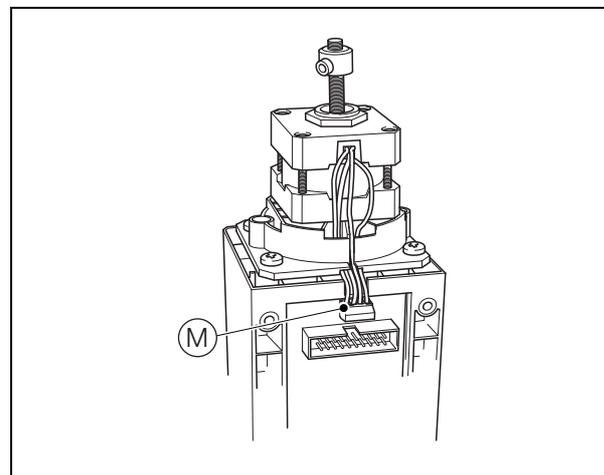
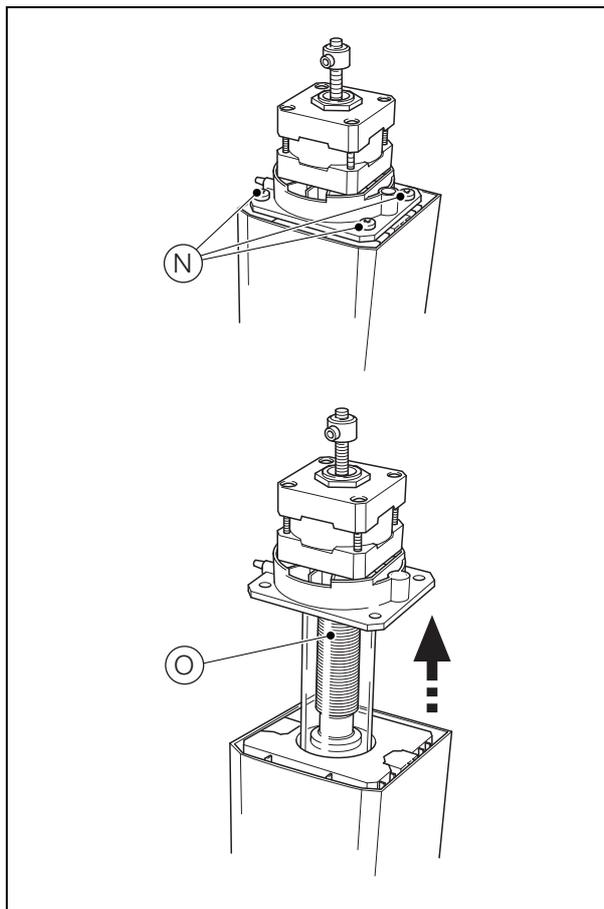

Fig. 13.13 Desconexión del motor
Fig. 13.14 Desmontaje del motor y del tubo de muestra
6. Con referencia a Fig. 13.13, desconecte el enchufe de cableado del motor (M).
7. Con referencia a Fig. 13.14, quite los cuatro tornillos (N) y desmonte el motor y el tubo de muestra (O) de la mitad inferior de la célula de medida.
9. Con referencia a Fig. 13.14, reinstale el motor y el tubo de muestra (O) en la mitad inferior de la célula de medida, asegurándose de que el enchufe del cable del motor esté alineado con el conector (consulte (M) en la Fig. 13.13). Fije la placa de montaje del motor a la mitad inferior de la célula de medida con los cuatro tornillos (N).
10. Con referencia a Fig. 13.13, vuelva a conectar el enchufe del cable del motor (M).